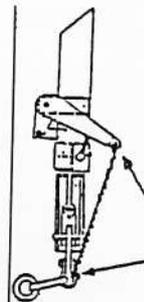

Bild3
- Schleppseil der Einziehvorrichtung gegen unbeabsichtigtes Ausziehen absichern, siehe Bild 3